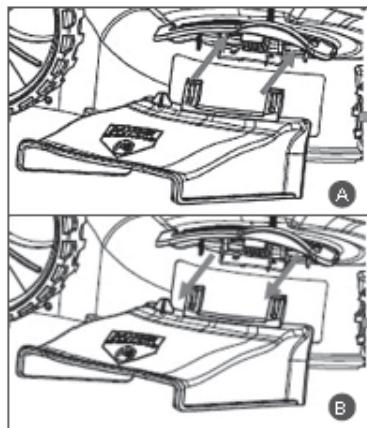

Рис. 4 Установка и снятие желоба бокового выброса
- Снять желоб бокового выброса (Рис. 4В) или травосборник в зависимости от исходного состояния газонокосилки.
- Снять желоб бокового выброса (Рис. 4В), заглушку для мульчирования (Рис. 5) или травосборник в зависимости от исходного состояния газонокосилки.